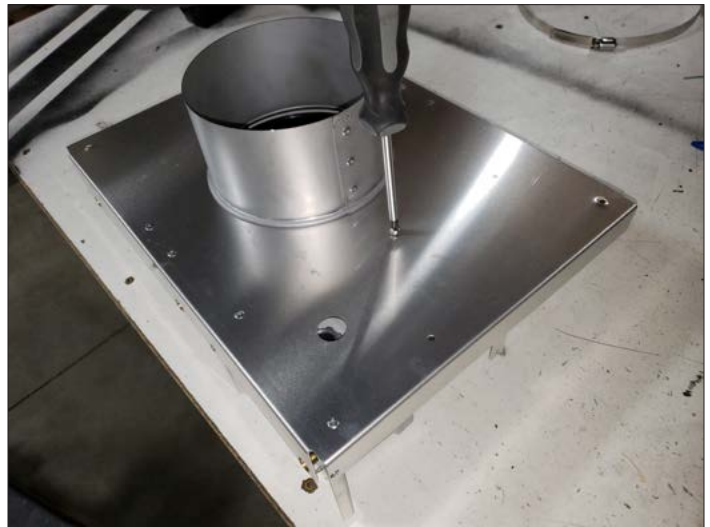

Figure 2.5, Retirez les (2) vis à l'arrière du couvercle (du chapeau)
2. Pour retirer la bride d'expédition, commencez par retirer les (2) vis à l'arrière du HTK-EXT (Figure 2.5). Puis, retirez les (2) vis retenant la bride à l'intérieur du HTK-EXT (Figure 2.6). Jetez la bride d'expédition (Figure 2.7).